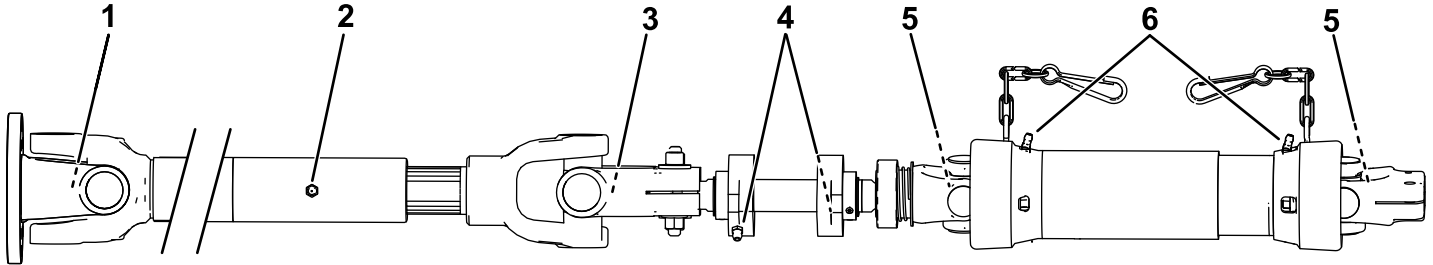

Bild 23
2. Es gibt neun Schmierpunkte; siehe Serviceaufkleber des Befestigungskits oder Bild 23.